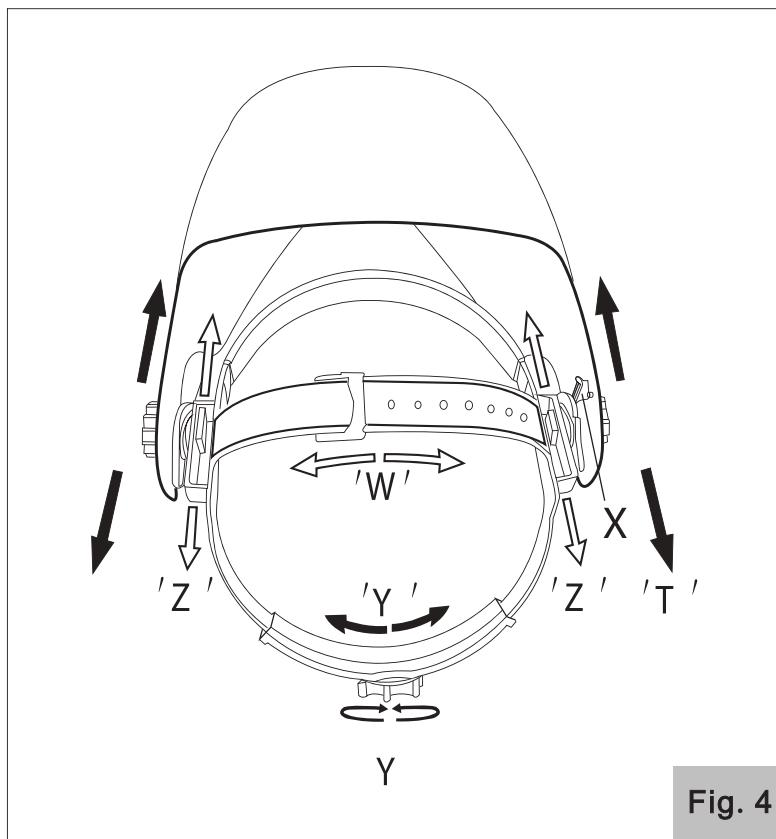

Fig. 4
4.1. Ajuste de la parte superior del arnés (Fig.4 W): Ajuste la longitud de la correa superior para asegurar el balance y estabilidad apropiada.
4.2. Ajuste del diámetro del arnés (Fig.4 Y): Gire la perilla ubicada en la parte trasera del arnés para aumentar o disminuir su diámetro y conseguir el ajuste deseado.
4.3. Ajuste de distancia al filtro (Fig.4 Z y T): Ajuste la distancia entre el lente y la cara soltando las perillas de tensión ubicadas a los lados del casco y presione hacia adentro para liberar de las ranuras de ajuste. Mueva hacia adelante y hacia atrás para obtener la posición deseada. Ambos lados deben estar ubicados a la misma distancia para una óptima visión.
4.4. Ajuste de ángulo (Fig.4 X): Cuatro pasadores en la parte derecha del arnés para proveer ajuste al ángulo de avance del casco. Para ajustarlo suelte la perilla de ajuste externa del lado derecho luego levante la pestaña y ajústela para obtener el ángulo de avance deseado.